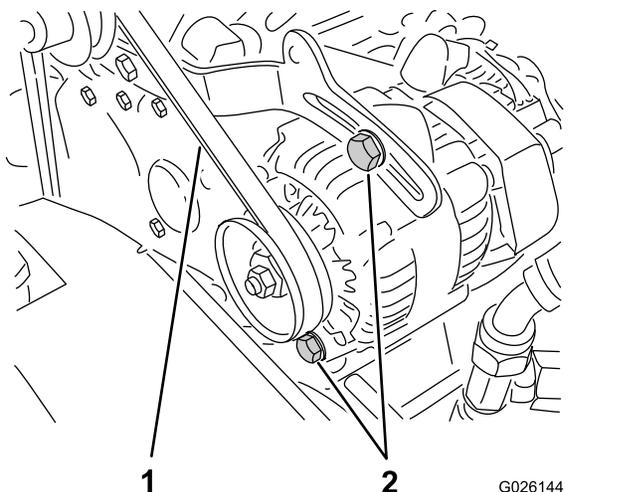

Рисунок 68
2. Проверьте натяжение, надавив на ремень посередине между шкивами коленчатого вала и генератора с усилием 10 кг (**Рисунок 68**).
- A. Ослабьте 2 болта крепления генератора (**Рисунок 68**).
ремня, после чего затяните болты крепления (Рисунок 68).